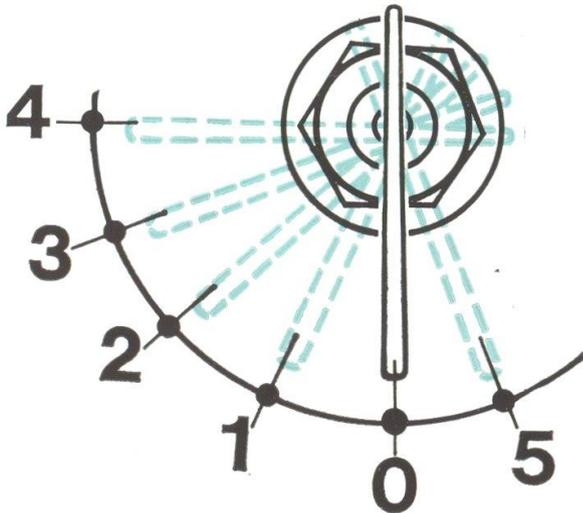

FIG. 5
Le commutateur de démarrage n'est en circuit que si le contacteur général (Fig. 5) est enclenché et le levier de gamme (Fig. 18) est au point mort.
L'ampoule située dans le hublot (2) éclaire le tableau de bord et permet de s'assurer que les projecteurs sont allumés lorsque le contacteur général est en position 2-3-4 ou 5 (voir Fig. 5).
Placé en haut et à droite du tableau de bord, le voyant rouge, marqué « PRESS », s'allume dès que la clé du contacteur général est amenée dans la position « 1 » (voir Fig. 5).
Placé en haut et à gauche du tableau de bord, cet indicateur lumineux permet de contrôler le comportement de l'alternateur, du régulateur de tension et du télérupteur. Le voyant s'allume à l'arrêt dès que la clé du contacteur général (voir Fig. 5) est au premier cran. Moteur en marche, il s'éteint immédiatement et ne doit s'éclairer pour aucun régime du moteur.